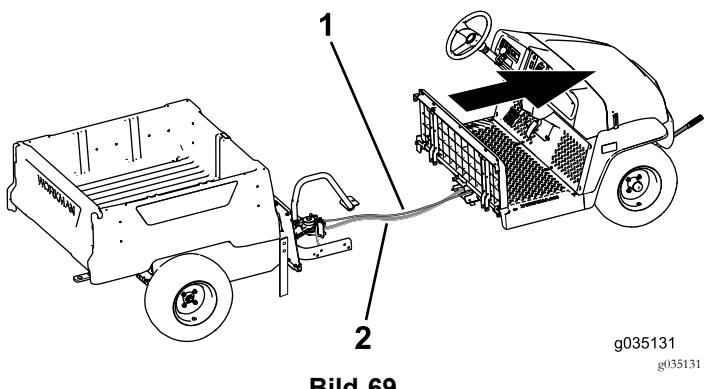

Bild 69
9. Bewegen Sie den vorderen Abschnitt mit der Hilfe einer zweiten Person vom hinteren Teil weg (Bild 69).